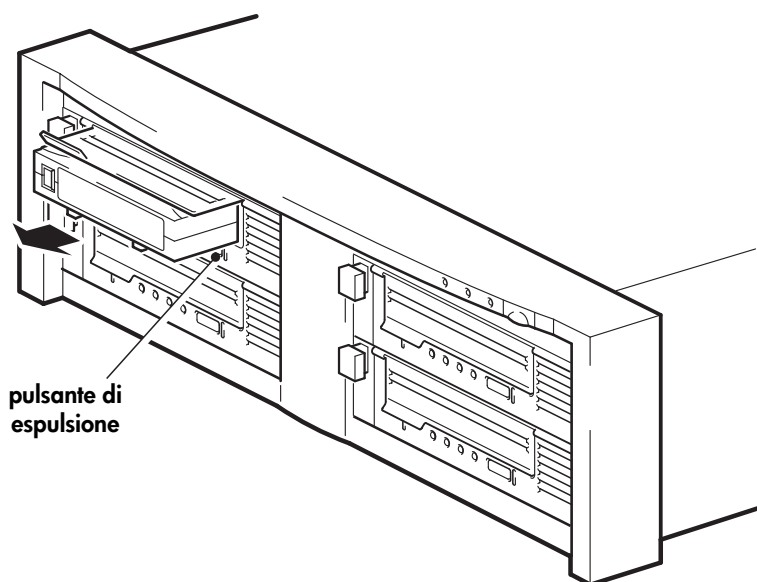

Figura 6b: rimozione di una cartuccia
- 1 Premere il pulsante di espulsione sul pannello anteriore (vedere la figura 6b).